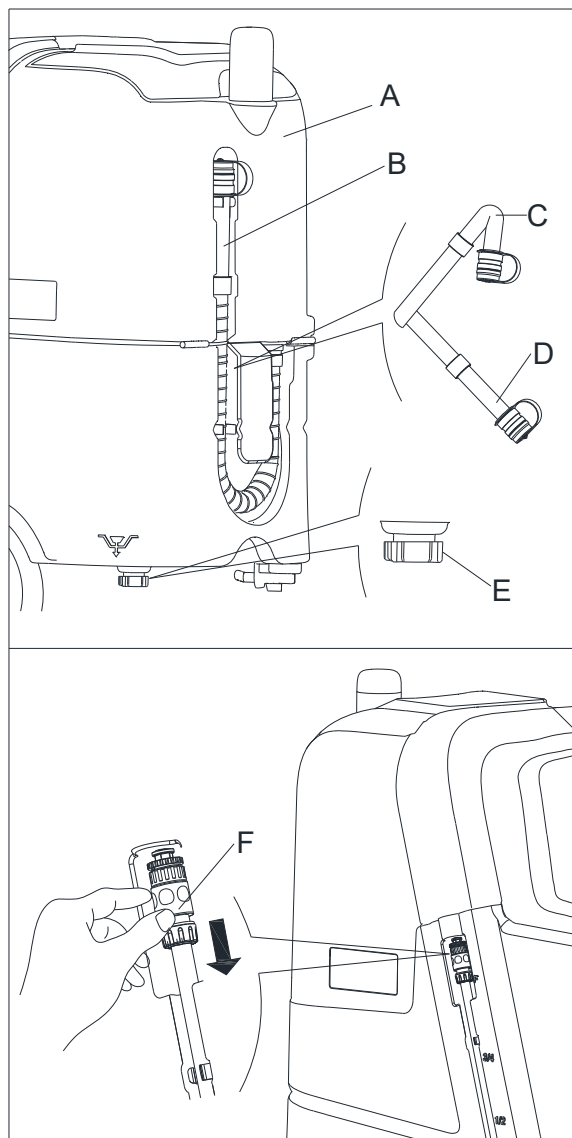

Figura 9
Cuando la pantalla LCD roja (35, Figura 2) se enciende, se indica que el depósito de recogida (A, Figura 9) está lleno, el motor de aspiración deja de funcionar para secar el suelo, vacíe el depósito de recogida siguiendo estos pasos:
3. Drene el depósito de recogida usando la manguera de drenaje (B, Figura 9), luego limpie el depósito de recogida.
Cuando desagüe los restos de agua, la manguera de drenaje debe estar doblada (C, Figura 9) y colocada en una posición baja (D, Figura 9) antes de abrir la tapa de la manguera de drenaje. No suba la salida de la manguera de drenaje para drenar el agua verticalmente para evitar que el agua residual caiga sobre la máquina.
2. Vacíe el depósito de solución por medio de la tapa de salida (E, Figura 9). Luego, enjuague el depósito con agua limpia.
El agua también puede drenarse desenchufando la conexión de drenaje (F, Figura 9).